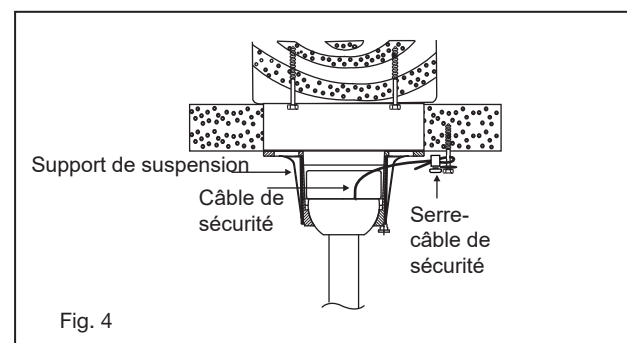

Fig. 4
- 4 **REMARQUE:** La languette opposée à l'ouverture du support de suspension doit s'insérer dans la fente de la bille. (Fig. 4)
Fixez le tirefond et la rondelle plate à la solive du plafond. Attachez le câble de sécurité au tire-fond. Faites glisser le serre-câble sur le câble de sécurité (du ventilateur). Placez l'extrémité du câble à travers le tire-fond. Tirez autant de câble que possible dans le tire-fond. Introduisez l'extrémité du câble dans le trou de serrage et serrez fermement la vis (Fig.4). Coupez l'excédent de câble de sécurité.
- 5 Rentrez soigneusement les connexions des fils à l'intérieur de la boîte de jonction. Fixez l'interrupteur mural avec les deux vis fournies. (Fig. 4)
- 5 Fixez la plaque murale sur l'interrupteur mural et fixez-la avec les deux vis fournies. (Fig. 4)
Un flux d'air **VERS LE HAUT** déplace l'air plus chaud de la zone du plafond, comme illustré à la Figure 4. Cela vous permet de régler votre appareil de chauffage sur un réglage plus frais sans nuire à votre confort.